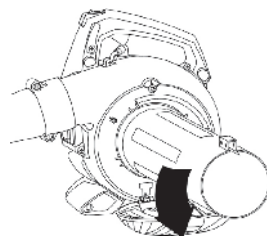

Рис. 9
5. Нажмите на верхнюю трубу пылесоса и поверните её против часовой стрелки до её фиксации на корпусе (Рис. 9).